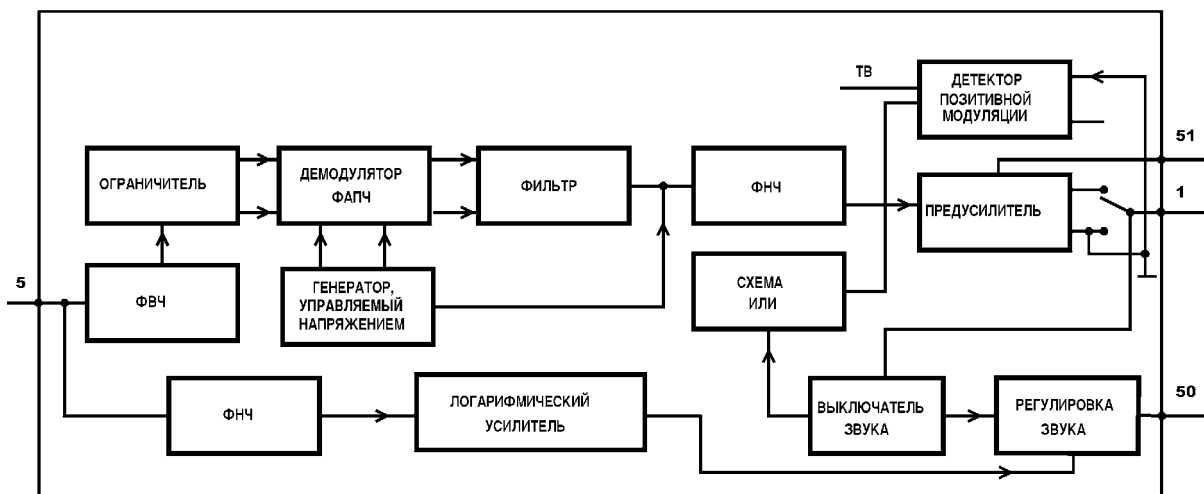

рис. 3
**Тракт ПЧ звука.** Функциональная схема тракта ПЧ звука, входящего в состав ИМС TDA8362A, показана на **рис. 3**.